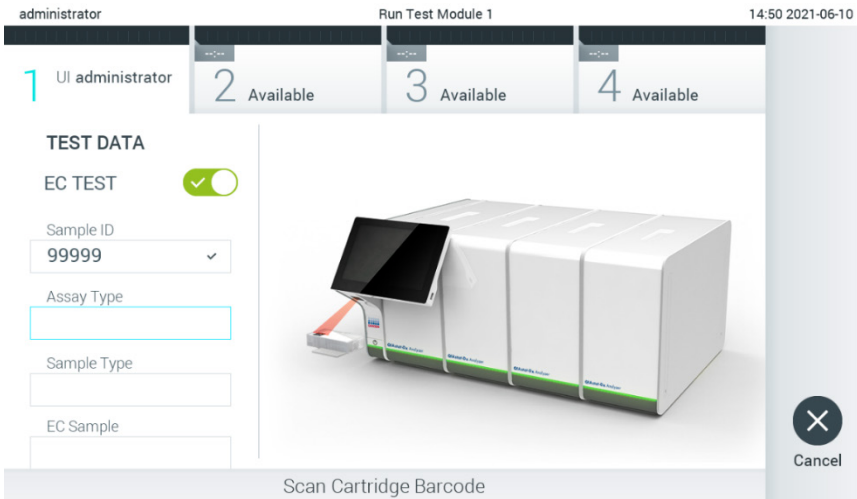

图 90. 扫描 QIAstat-Dx 检测试剂盒条形码。
4. 出现提示时，扫描要使用的 QIAstat-Dx 检测试剂盒的条形码。QIAstat-Dx Analyzer 1.0 会根据 QIAstat-Dx 检测试剂卡盒条形码自动识别要运行的检测（图 90）